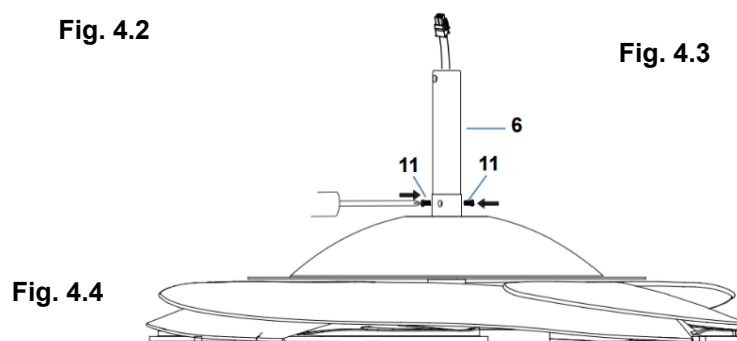

Fig. 4.4
5. Apriete el juego de tornillos (11) para asegurar el tubo colgante (6). (Fig. 4.4)